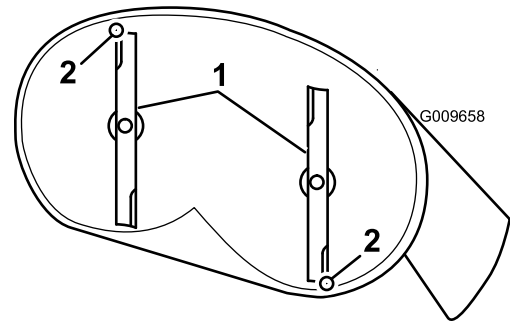
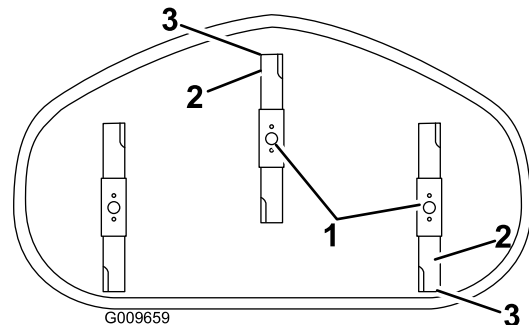

Figura 62
Figura 63
4. Gire cuidadosamente las cuchillas hasta que estén orientadas en el sentido de avance de la máquina (Figura 62 y Figura 63).
5. Mida entre la punta de la cuchilla delantera y la superficie plana y entre la punta de la cuchilla trasera y la superficie plana (Figura 62).
- Después de realizar el ajuste, compruebe de nuevo la inclinación longitudinal, y siga ajustando la tuerca hasta que la punta de la cuchilla delantera esté entre 1,6 y 7,9 mm más baja que la punta de la cuchilla trasera (Figura 62).